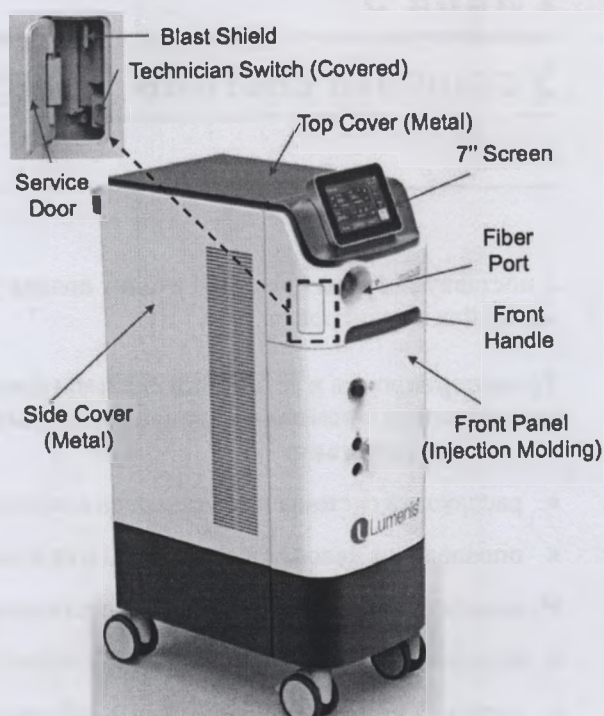
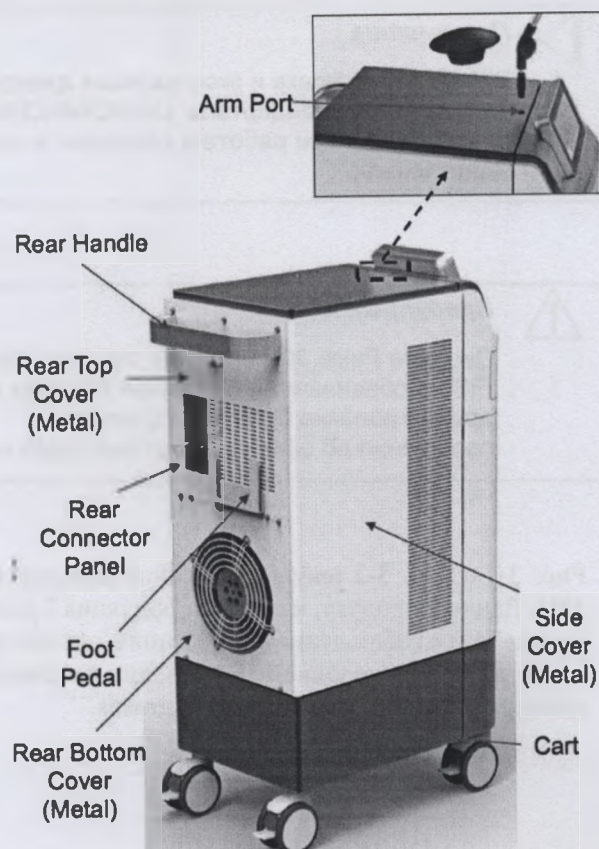

Рис. 3-1: описание системы – передняя панель
Рис. 3-2: описание системы – задняя панель
Рис. 3-1 и Рис. 3-2 текущее описание лазерной системы Pulse 30H. Данный продукт, как и вся продукция Lumenis, разработан и произведен с соблюдением требований высшего стандарта качества, Международной организации по стандартизации 13485, где сертифицирована компания Lumenis.
Использование блокировки двери не обязательно; однако вне зависимости от фактического использования блокировки, необходимо подключить ее штекер на сервисной панели (см.Рис. 3-2). Лазер не работает, если штекер блокировки не подключен к разъему.
См. Рис. 3-1 и Рис. 3-2: для проверки системы необходимо знать расположения переключателя **On/Off** (Вкл/Выкл), кнопки **Emergency Stop** (Экстренное отключение) и индикатора **Laser Emission** (Лазерное излучение).
1. Включите главный выключатель системы, расположенный на задней панели (см. Рис. 3-2), приведя его в положение **On** (Вкл).